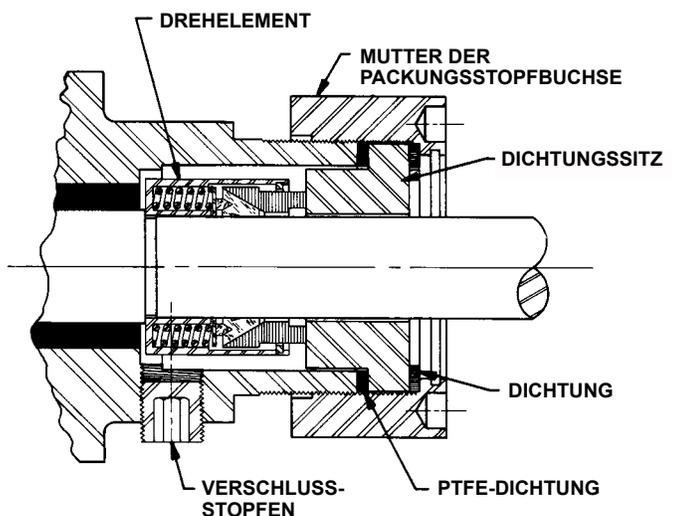

ABBILDUNG 5
7. **RESTLICHES ZERLEGUNGSVERFAHREN** für Pumpen der Serie 4724 mit Gleitringdichtung (siehe **Abbildung 5**). Den 1/8-Zoll-Verschlussstopfen mit Innensechskantkopf vom Gehäuse entfernen und die beiden Inbusschrauben an der Gleitringdichtung lockern.
ZUSAMMENBAU VON SERIE 4724 (siehe Abbildung 5).